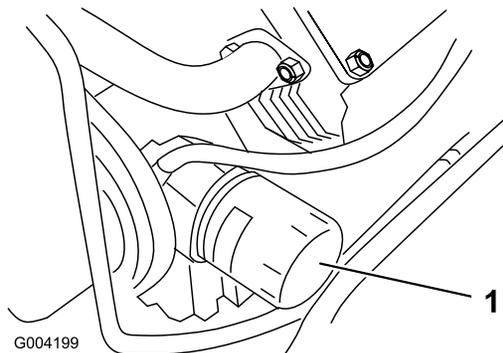

Рисунок 38
- Извлеките старый фильтр (**Рисунок 38**) и протрите поверхность прокладки переходника фильтра.